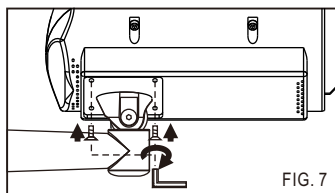

FIG. 7
4. Em seguida, utilize os parafusos de 1/4" -20UNC (prateados - 4 pçs), fornecidos com a câmera, para instalar a câmera no suporte com uma chave de fenda hexagonal (FIG. 7).